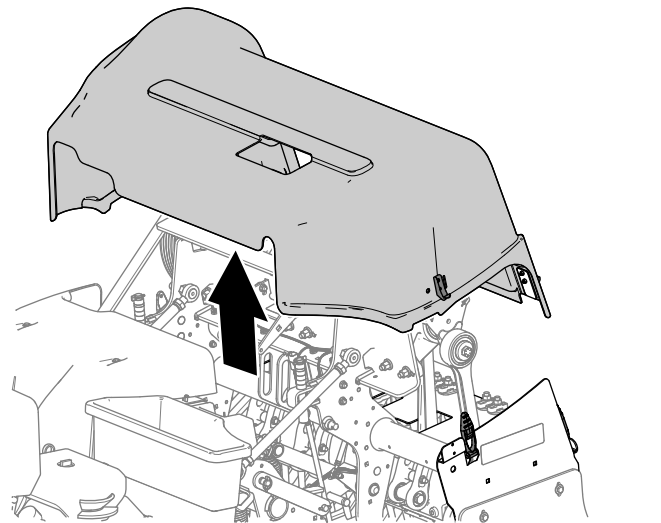

Bild 151
5. Heben Sie die Abdeckung des Aerifizierkopfs von der Maschine ab (Bild 151).